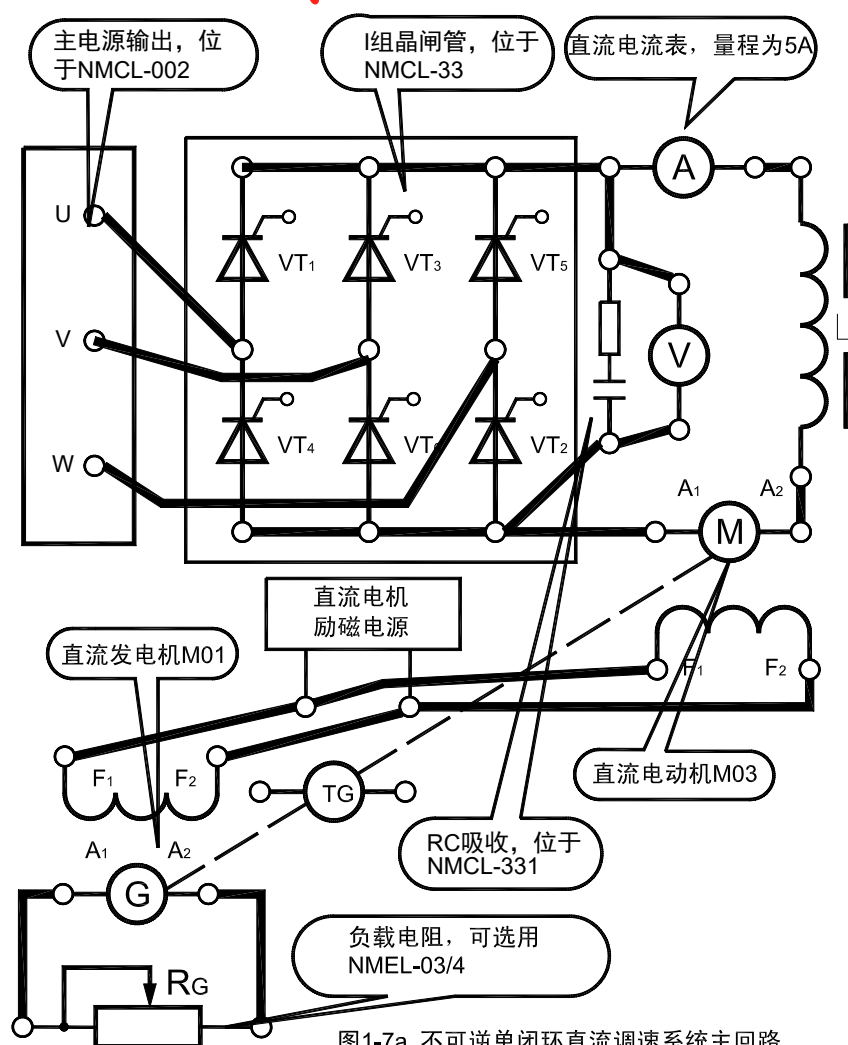

图1-7a 不可逆单闭环直流调速系统主回路
1. 图 1-7A 中直流电动机 M 的 A_1 和 A_2 调换位置；